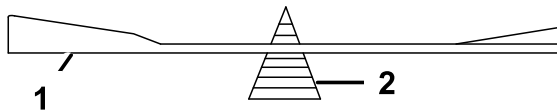

Figura 61
2. Verifique o equilíbrio da lâmina colocando-a num equilibrador de lâminas (Figura 61).